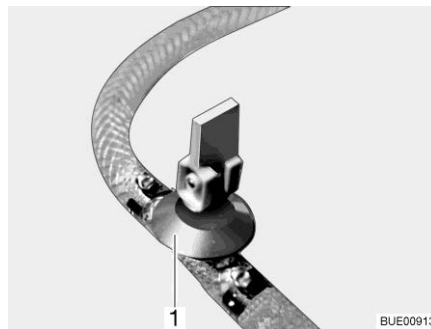

Bild 220 Avtappningskran
- Stäng avtappningskranen/avtappningskranarna. Ställ vipparmen (Bild 220,1) i vågrätt läge.
- Öppna avtappningskranen/avtappningskranarna (Bild 220). Ställ vipparmen (Bild 220,1) i lodrätt läge. Varmvattenberedaren töms utåt.